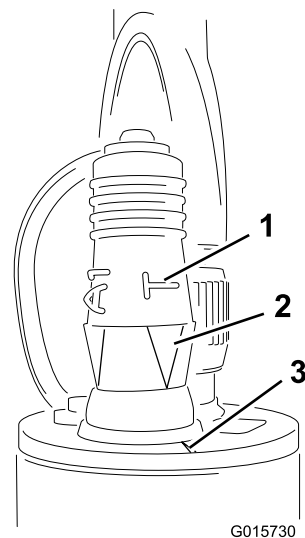

図 11
5. センサーにプログラミングプラグを取り付ける (図 11)。
**重要** 側面の “T” の下にある矢印が、センサーの上面の縁についているノッチと整列していることを確認してください (図 11)。